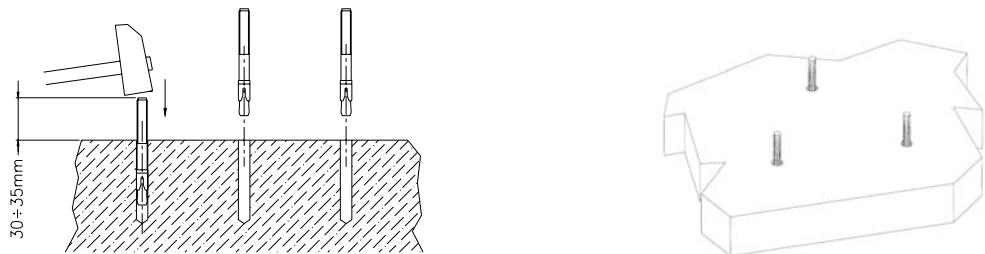

Abb.2
- Die Dübel so einsetzen, dass sie mit dem angegebenen Maß aus dem Boden vorstehen (Abb.2);